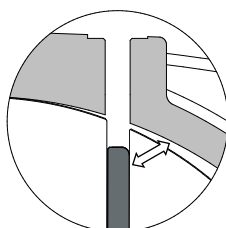

Abb. 6.5
- Olablassetraube abschrauben und Öltank ausleeren (pos. 1).
- Tankschraube abschrauben (pos. 2) und Dichtung auswechseln (pos. 3); Anschlüsse, die Schmierungsleitung zur selbststellenden Ölpumpe (pos. 4) und Öler verbinden, abschrauben.
- Ölpumpe abnehmen (pos. 5).
- Schrauben des Öltanks abschrauben (pos. 7) und – wenn notwendig – zwei Schrauben als Abzieher in geschnittenen Öffnungen verwenden zum rücksichtsvoll entfernen. Bei Abziehen Rotor versichern, um Rotorfall im Pumpen Gehäuse zu vermeiden. O-Ring ersetzen (pos. 8).
- Flansch der Schmierpumpe (pos. 9), Ausgleichring (pos. 10) und Lager (pos. 11) demontieren, um Tankaufbau zu erleichtern (pos. 7).
- Schieber müssen so eingesetzt werden, dass Kontakt mit Gehäusen an gerundeter Kante stattfindet (Bezug nehmen auf Abb. 6.5).
- Anschlüsse, die Schmierungsleitung zur selbststellenden Ölpumpe (pos. 9) und Öler verbinden, abschrauben.
- Ölpumpe abnehmen (pos. 7).
- Schrauben des Öltanks abschrauben (pos. 1) und – wenn notwendig – zwei Schrauben als Abzieher in geschnittenen Öffnungen verwenden zum rücksichtsvoll entfernen. Bei Abziehen Rotor versichern, um Rotorfall im Pumpen Gehäuse zu vermeiden. O-Ring ersetzen (pos. 5).
- Flansch der Schmierpumpe (pos. 2), Ausgleichring (pos. 8) und Lager (pos. 6) demontieren, um Tankaufbau zu erleichtern (pos. 1).
- Schieber müssen so eingesetzt werden, dass Kontakt mit Gehäusen an gerundeter Kante stattfindet (Abb. 6.5).